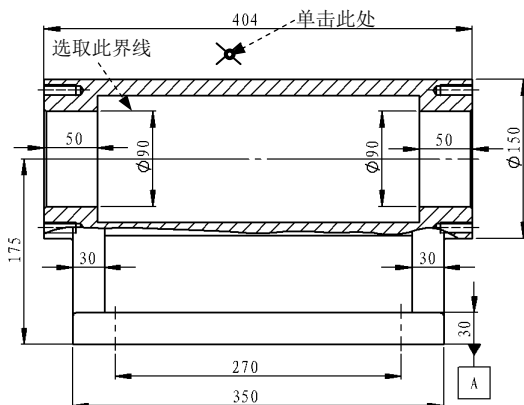

图 6.15.44 选取形位公差放置边
(1) 选择下拉菜单 **插入(I)** → **注解(A)** → **形位公差(T)...** 命令，系统弹出“形位公差”对话框和“属性”对话框。
(2) 定义“环向跳动”形位公差。在“属性”对话框中单击 **符号** 区域的  按钮，并在下拉列表选取“平行”选项 ，在 **公差1** 文本框中输入公差值为 0.04，在 **主要** 文本框中输入基准“A”。
(3) 定义引线样式并放置形位公差符号。在“形位公差”对话框的 **引线(L)** 区域中依次单击 、 和  按钮，选取图 6.15.44 所示的尺寸界线，在图 6.15.44 所示位置放置形位公差。